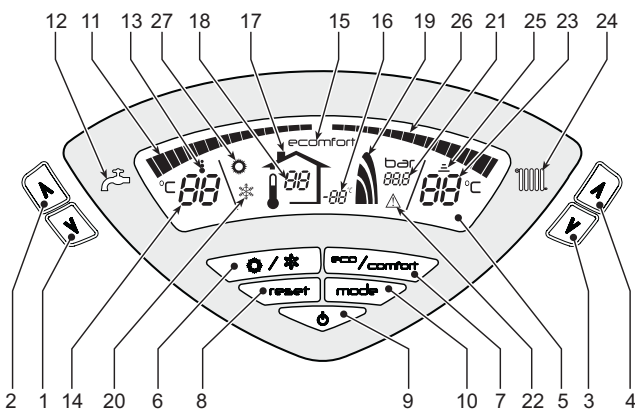
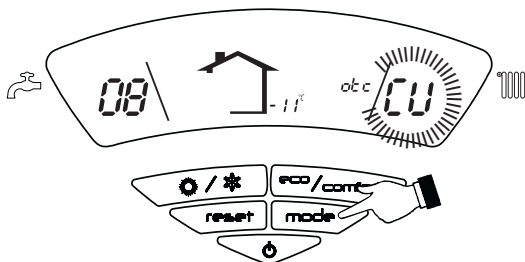

рис. 1 - Панель управления
рис. 11 - Кривая компенсации
Запрос на отопление (со стороны комнатного термостата или устройства ДУ с таймером) сопровождается миганием символа **Работы агрегата в режиме отопления** (поз.25 - рис. 1).
Индексные метки с подсветкой системы отопления (дет. 26 - рис. 1) загораются по мере приближения измеряемой датчиком температуры к заданному значению.
Запрос на горячее водоснабжение (в результате забора горячей воды) сопровождается миганием символа **Работы агрегата в режиме горячего водоснабжения** (поз. - рис. 1). Убедитесь, что функция Comfort (поз. 15 - рис. 1) находится в активном режиме
Индексные метки с подсветкой системы ГВС (поз. 11 - рис. 1) загораются по мере приближения измеряемой датчиком температуры к заданному значению.
При включенной системе нагрева воды в бойлере (заводская установка) на дисплее отображается символ режима COMFORT (поз. 15 - рис. 1); наоборот, если система нагрева выключена, на дисплее высвечивается символ режима ECO (поз. 15 - рис. 1)
Бойлер может быть выключен пользователем (режим ECO) нажатием кнопки eco/comfort (рис. 1 (поз. 7 -)). Для включения режима "КОМФОРТ" снова нажмите кнопку "Экономичный"/"Комфорт" (поз. 7 -).рис. 1
Нажмите кнопку **Вкл/Выкл** (поз. 9 - рис. 1) на 1 секунду.
Для повторного включения котла снова нажмите кнопку **Вкл/Выкл** (поз. 9 рис. 1) на 1 секунду.
- Нажмите кнопку **ВКЛ/ВЫКЛ** (9 - рис. 1)
Нажмите кнопку **Лето/Зима** (поз. 6 - 6 - рис. 1) на 1 секунду.
На дисплее высвечивается символ "Лето" (поз. 27 - рис. 1): При этом котел будет вырабатывать только воду для ГВС. Остается активной система антизамерзания.
Для выключения режима "Лето" вновь нажмите кнопку **Лето/Зима** (Поз. 6 - рис. 1) на 1 секунду.
Температура в системе отопления регулируется в пределах от 30 °C до 80 °C с помощью клавиш (поз. 3рис. 1 и 4 -).
Температура в системе ГВС регулируется в пределах от 10°C до 65°C с помощью клавиш (дет. рис. 11 и 2 -).
При установке внешнего датчика (опция) на дисплей панели управления (поз. 5 -) выводится рис. 1 текущая внешняя температура, измеряемая этим датчиком. При этом система управления котлом работает в режиме "Плавающая температура". В этом режиме температура воды в системе отопления регулируется в зависимости от внешних климатических условий с тем, чтобы обеспечить максимальный комфорт и экономию энергии в течение всего года. Так, при повышении внешней температуры понижается температура подачи воды в систему отопления, что производится по определенной "кривой погодозависимого регулирования".
В режиме плавающей температуры величина, заданная с помощью клавиш регулировки отопления (поз. 3 и 4 - рис.1) , становится максимальной температурой воды системы отопления. Рекомендуется устанавливать ее на максимальную величину, чтобы позволить системе выполнять регулировку во всем полезном рабочем диапазоне.
При однократном нажатии на клавишу **Режим** (поз. 10 - рис. 1) отображается фактическая компенсационная кривая (рис. 11), которую можно изменить с помощью **клавиш системы ГВС** (поз. 1 и 2 - рис. 1).